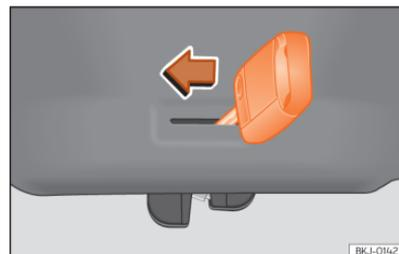

Fig. 58 Pormenor da bagageira: destrancagem de emergência.
- Introduza o palhetao da chave na ranhura e desloque a chave no sentido da seta até que a fechadura desbloqueie »» Fig. 58.